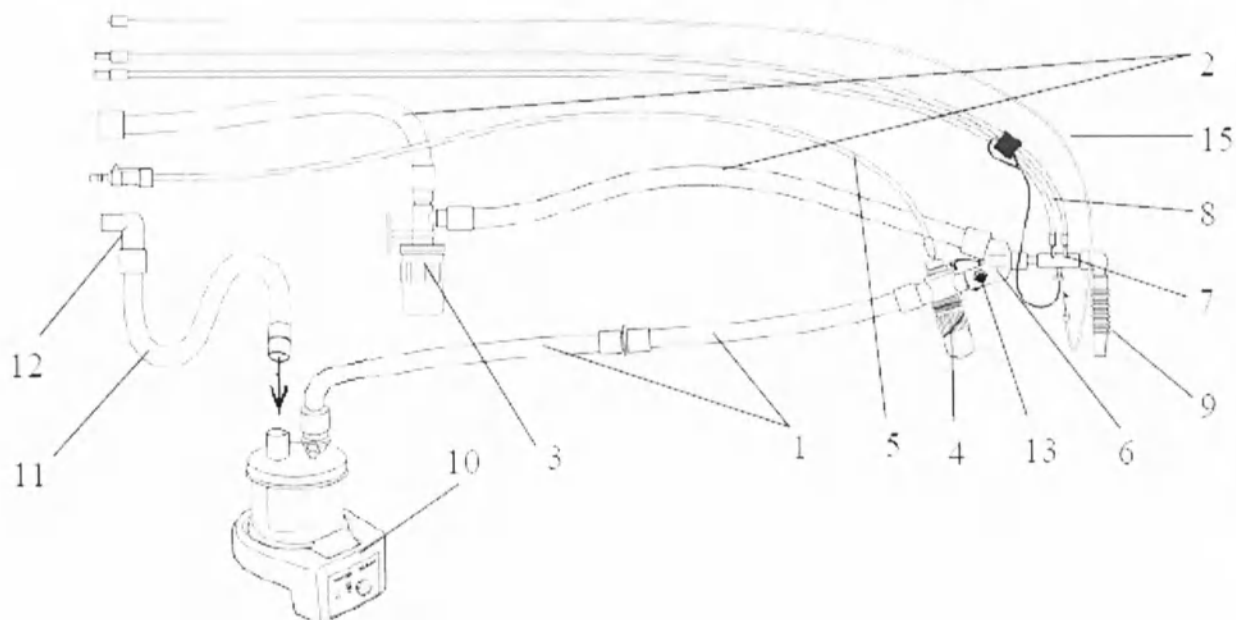

Рис. 22
Дыхательный контур собирается из входящих в комплект поставки компонентов согласно рис. 18, вариант А, В или С. Наиболее часто контур собирается согласно рис. 22, с использованием простого увлажнителя. Установка увлажнителя проводится согласно *Руководству по эксплуатации увлажнителя*.
Подключение увлажнителя (10) рекомендуем провести посредством дыхательного шланга (11), и углового соединительного элемента (12), которые через бактериальный фильтр соединяется с вентилятором – линия вдоха. Если не используется увлажнитель дыхательной смеси (10), необходимо присоединить инспираторный шланг (1) к инспираторному выходу аппарата через бактериальный фильтр. В данном случае нужно решить вопрос о необходимости установки влагосборника (3) в инспираторной ветви (на рис. 22 не обозначен). В любом случае всегда используйте сборник конденсата в экспираторной линии. В случае применения увлажнителя с подогревом инспираторного шланга (рис. 18, вариант С), вместо сборника конденсата в инспираторной ветви можно использовать коннектор P20 для соединения обоих инспираторных шлангов, в которых установлена нагревательная магистраль.